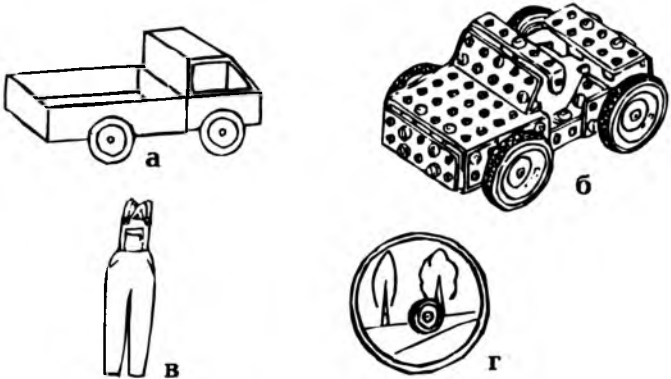

Рис. 5
а) модель вантажного автомобіля з цупкого паперу чи картону, сірникових коробок (рис. 5, а);
б) модель легкового автомобіля з технічного конструктора (рис. 5, б).
2. Пошити комбінезон для водія вантажного автомобіля (рис. 5, в). Бажано також виліпити з пластиліну фігурку водія.
3. Виготовити з фольги способом тиснення за власним задумом емблему автомобільного маршруту (рис. 5, г).